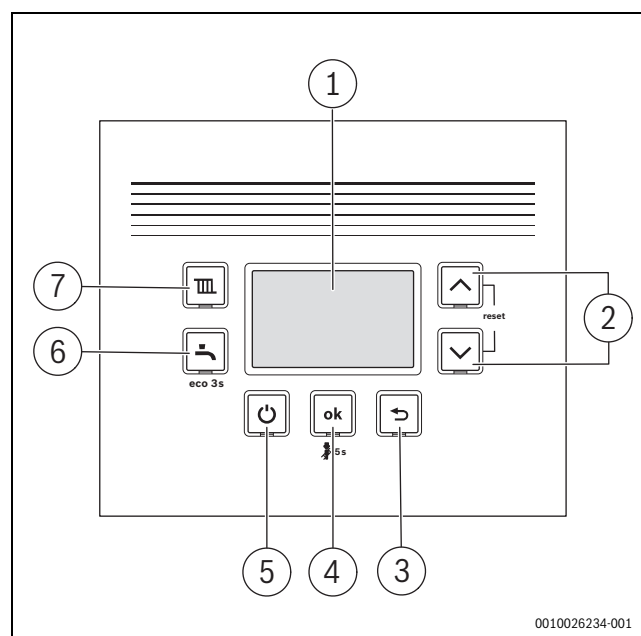

Bild 95 Bedienfeldübersicht
- ▶ Im normalen Betrieb das Gerät mit der Taste (→ Bild 95, [5]) ausschalten.